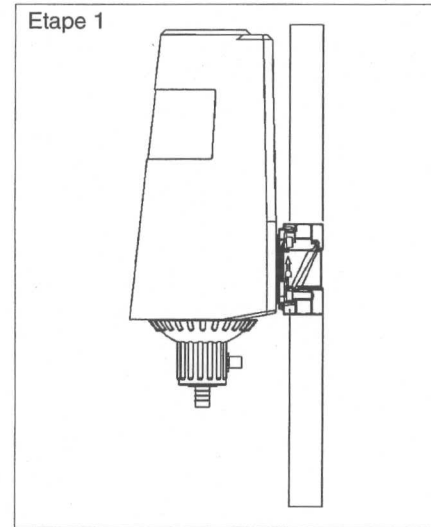

Fig. 4: Position service
L'eau de rétrolavage exige un écoulement d'eau suffisamment dimensionné (par exemple évacuation au sol) selon la norme DIN 1986. En l'absence d'un tel raccordement, vous pouvez utiliser un seau de taille appropriée (cf. fig. 4).
- Si le seau est à moitié rempli, il convient d'arrêter le cycle de rétrolavage, sinon, le seau risque de déborder. C'est pourquoi le seau doit être suffisamment grand (cf. fig. 4).